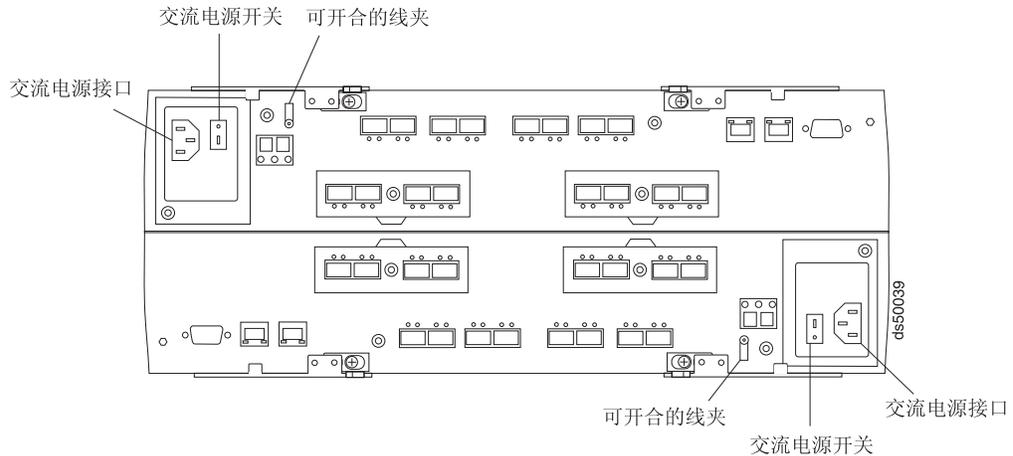

图 88. 交流电源开关和交流电源接口
2. 如果您还没有这样做，请关闭机箱中每个存储子系统和存储扩展机柜上的所有电源开关。第 116 页的图 88 显示存储子系统上电源开关和接口的位置。